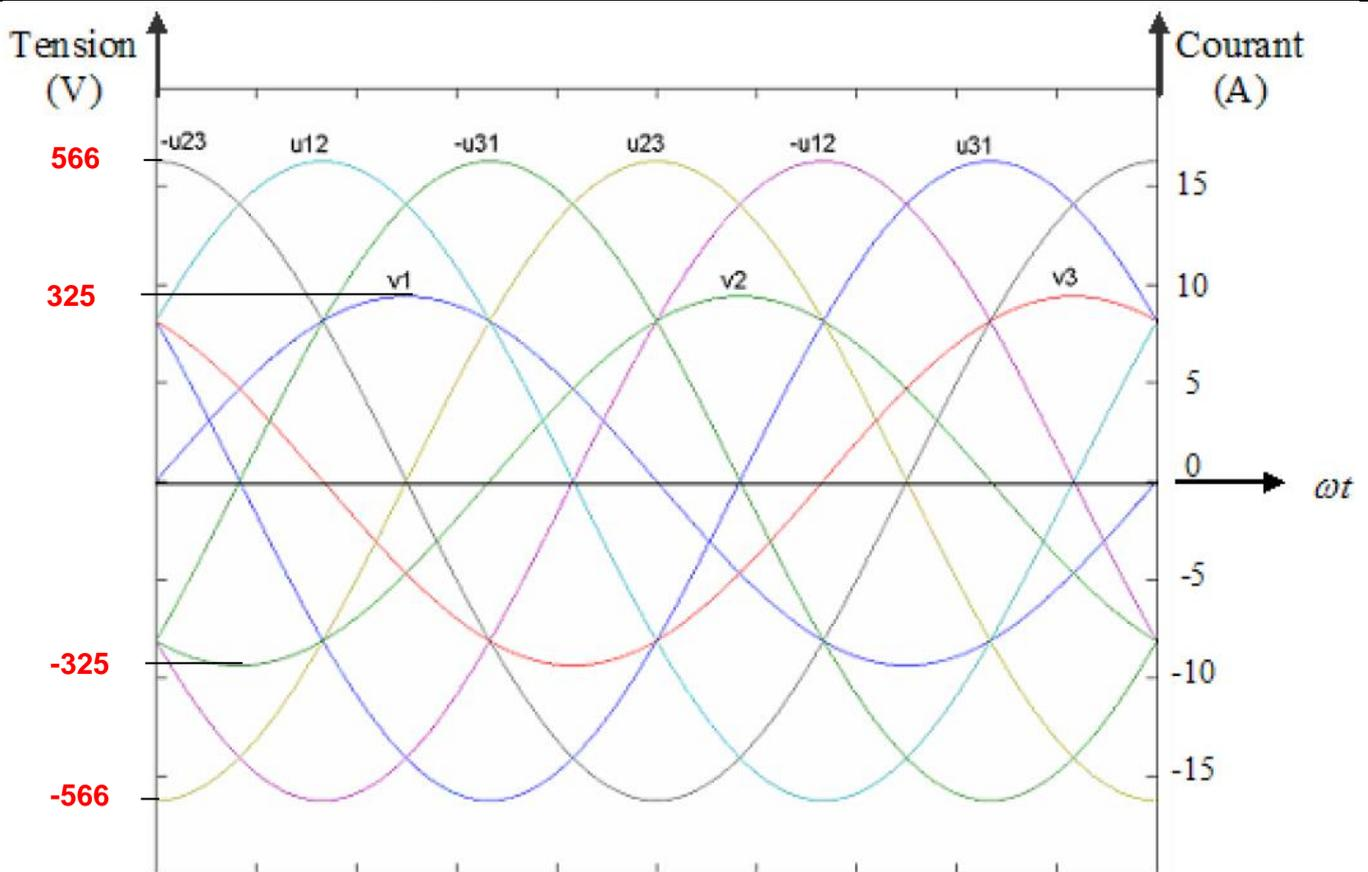

Figure 2 : Evolution des tensions d'alimentation et de la tension redressée.
- 1) Exprimer les amplitudes de la tension composée \hat{U} et de la tension simple \hat{V} en fonction de la valeur efficace U de la tension composée du réseau. Compléter la Figure 2, en reportant les valeurs correspondantes de \hat{U} et \hat{V} .